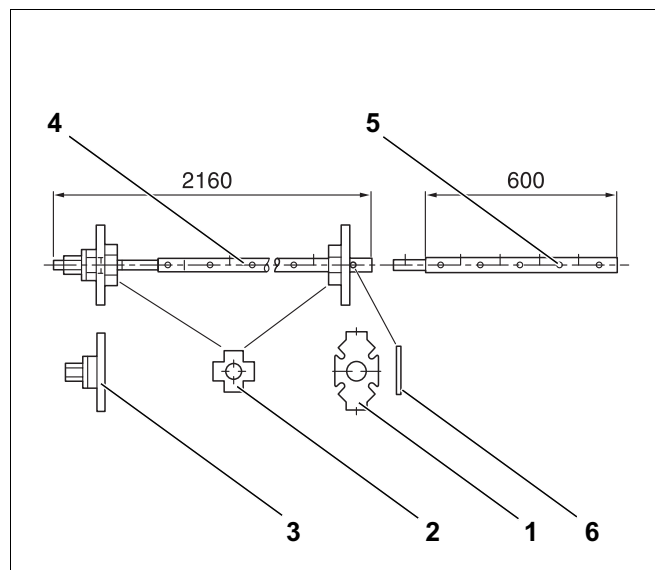
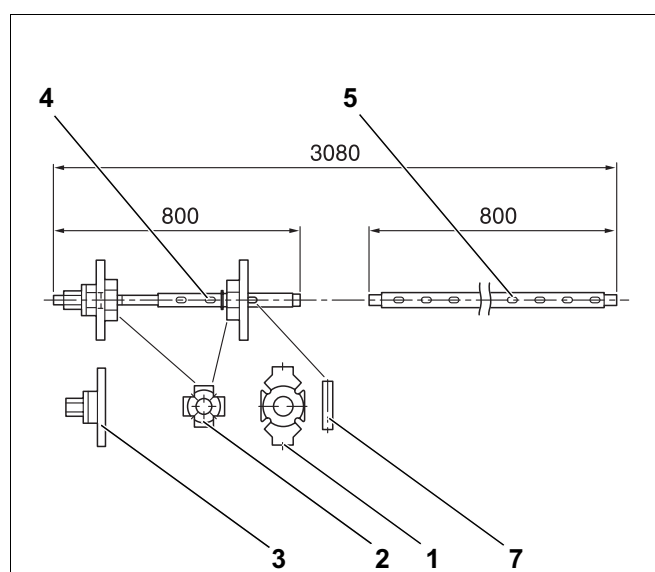
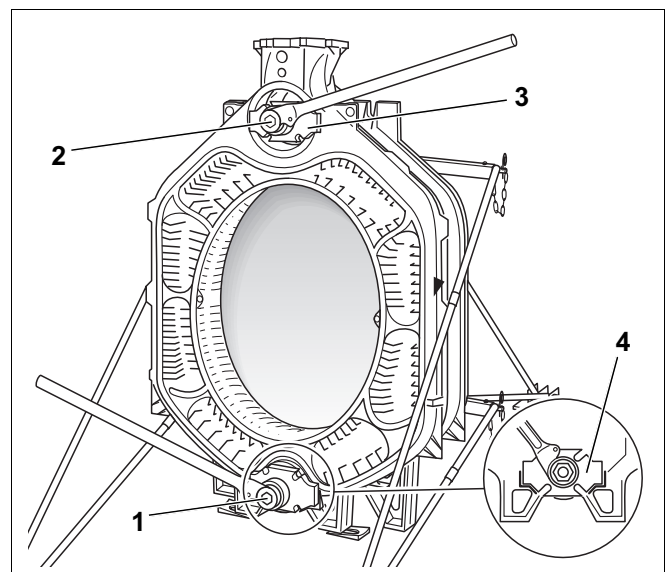

Fig. 1 Trekkeverktøy for kjel, størrelse 2.2
Fig. 2 Trekkeverktøy for kjel, størrelse 2.3
Fig. 14
- Trekkeverktøy for kjel 2.3 (fig. 2) (kan leies av DSV)
Forklaring for (fig. 1) og (fig. 2):
**Bruk kjeltrekkeverktøy i størrelse 2.2 eller 2.3 (fig. 1) hhv. (fig. 2) og (fig. 14, pos. 1 og 2).**
- Skyv trykkflensene (fig. 14, **pos. 3 og 4**) med spennmutter på trekkestengene (fig. 1 hhv. fig. 2, **Pos. 4**).